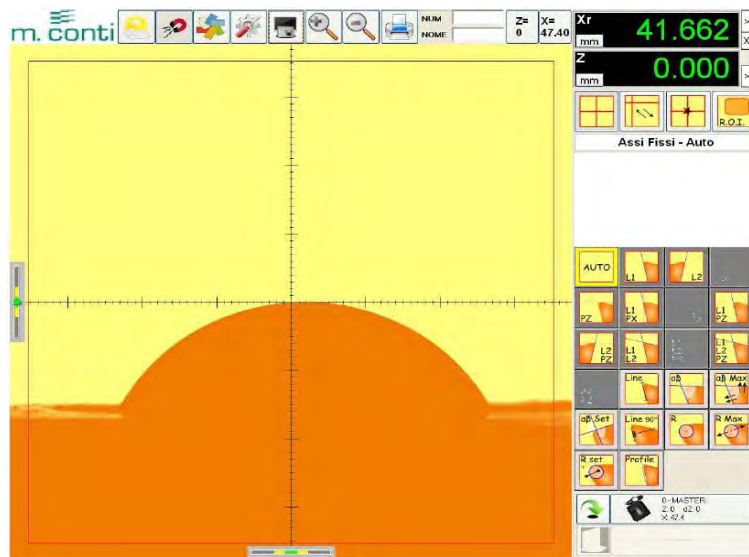

Fig. F7a
- Serrer le pommeau de blocage de l'axe Z (A)
- Faire coïncider le profil de la sphère avec la croix de référence, à l'aide du déplacement de précision (micrométrique) de l'axe Z (H), en alignant les flèches de référence de Z dans la zone verte (Fig. F7a)